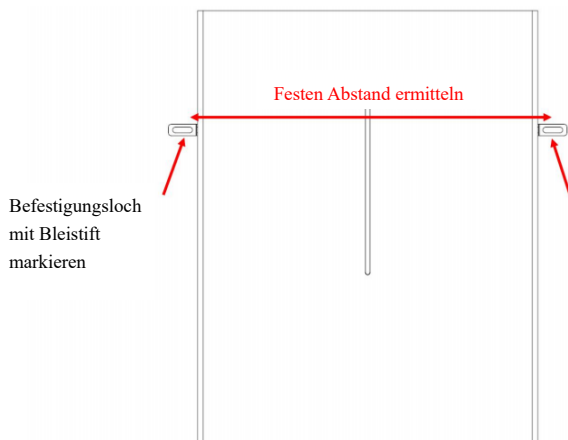

Abb. 5-5
- d) Stellen Sie die Batterie seitlich an die Wand, markieren Sie die Position des Befestigungslochs und wählen Sie den empfohlenen Bohrkopf (wie unten abgebildet), um 2 Löcher in die Wand zu bohren, 100-110mm tief, wie in Abb. 5-2 und Abb. 5-5 gezeigt.